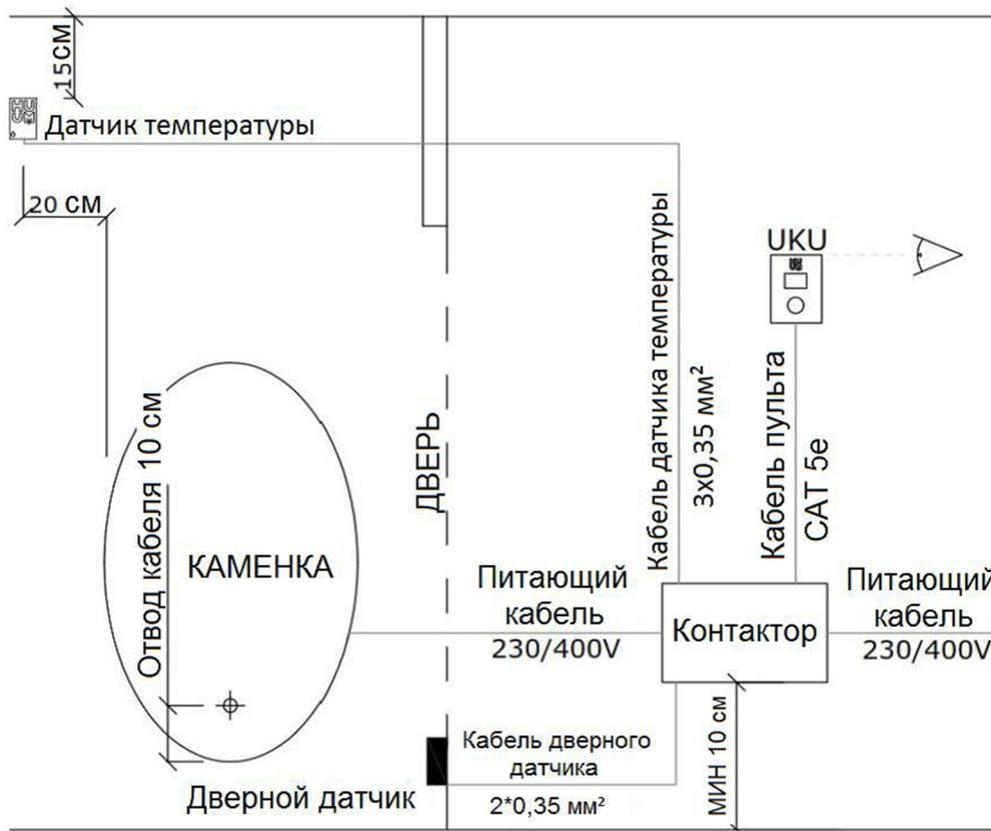

Рисунок 1
Отмерьте длину кабелей и определите расположение кабелей и частей устройства (Рисунок 1).
2. Прикрепите заднюю крышку к стене. Таким образом, чтобы верхний край панели управления остался на высоте глаз. (Рисунок 1)